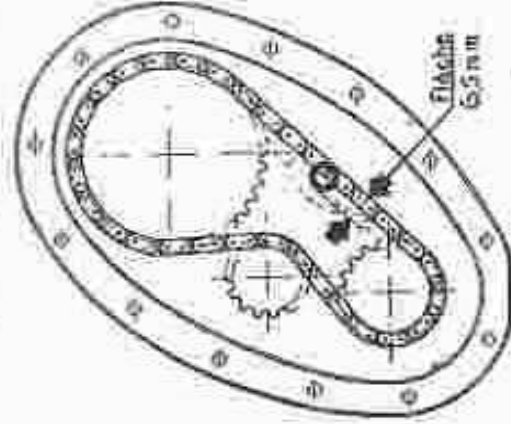

Fig. 23. — Flèche de la chaîne de distribution.
- Régler la tension de la chaîne de distribution (flèche : 6,5 mm) (fig. 23).
• Réajuster le contre-écrou (6) et remonter le clapet à l'étanchéité. La fêlure maximum de la chaîne doit être de 6,5 mm. (fig. 23).